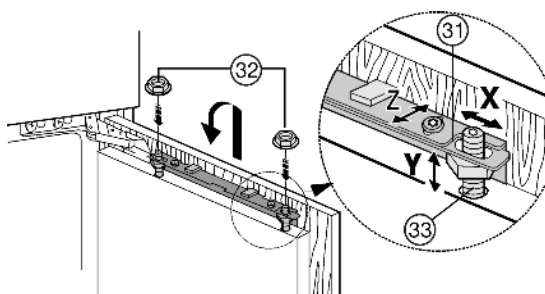

Fig. 22
- ▶ Навесьте мебельную дверцу на регулировочные болты *Fig. 22 (33)* и контргайки *Fig. 22 (32)* накрутите на регулировочные болты, не затягивая.
- ▶ Выравнивание мебельной дверцы по высоте и боковому наклону: с помощью отвертки установите положение регулировочными болтами Fig. 22 (33).
- ▶ Затяните контргайки Fig. 22 (32).